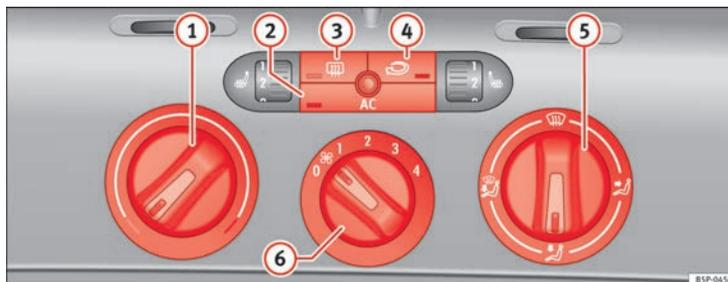

Fig. 129 Comandos do Climatic no painel de instrumentos
- Rodar o regulador da temperatura ⇒ Fig. 129 ① para a direita, até ser atingida a potência calorífica pretendida.